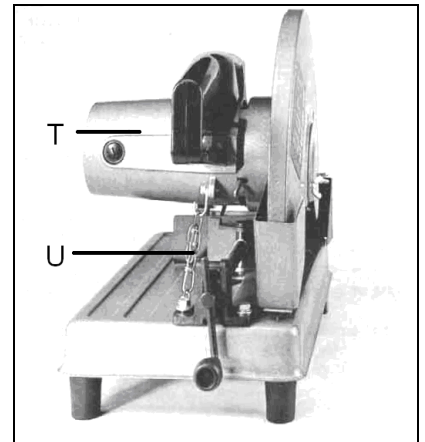

Fig 2
Décrocher la chaîne (U, Fig 2) et laisser glisser lentement la tête (T) vers le haut.